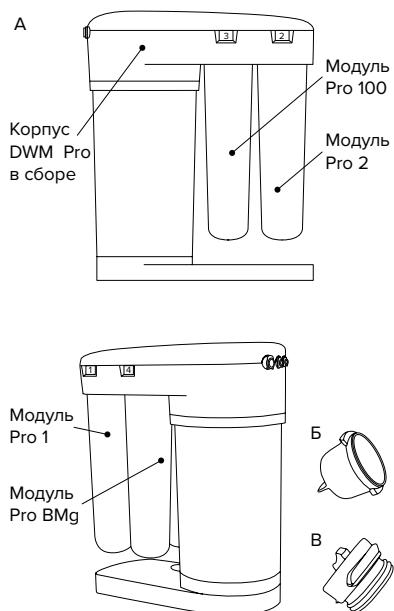

Рис. 1
1. **Корпус DWM Pro (рис. 1)** состоит из верхней плиты с коллекторами для подсоединения сменных фильтрующих модулей, блока гидроавтоматики, основания, обеспечивающего устойчивость DWM Pro. Верхняя плита закрыта декоративной крышкой, закрепленной пластиковыми фиксаторами. Важной деталью корпуса DWM Pro является накопительный бак для чистой воды. Так как производительность обратноосмотической мембраны невелика (зависит от типа мембраны, температуры воды, давления в водопроводе), вода после мембраны поступает в накопительный бак для того чтобы Вы могли пользоваться чистой водой в любой момент и в необходимых количествах.